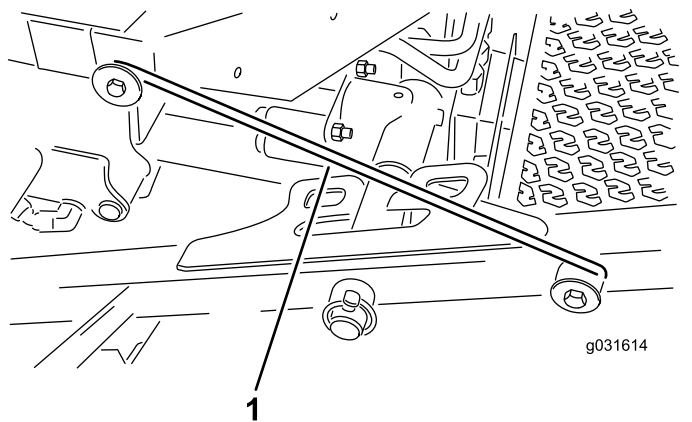

図 30
4. 前側キャリアフレームリテーナからラッチのロッドを外す 図 30。
5. 前刈り込みデッキの外側を持ち上げ、運転台前部のフレームについているピンにラッチを掛ける 図 30。